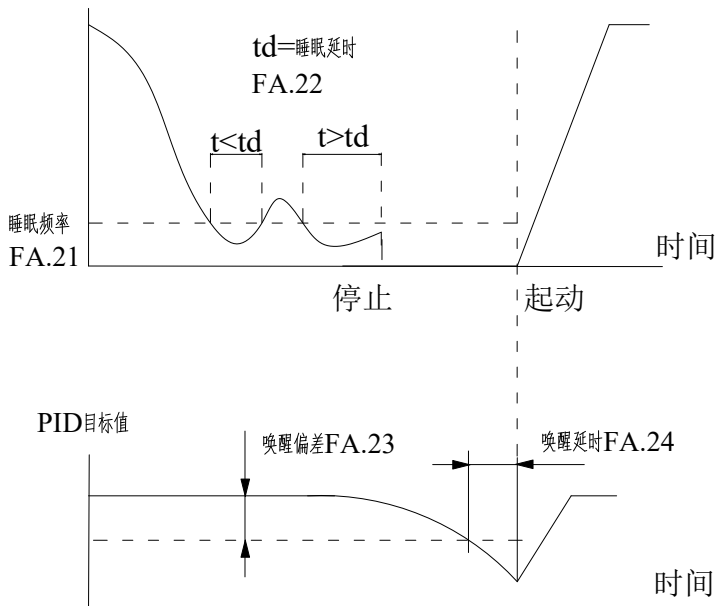

图 FA-1 PID 控制睡眠、唤醒示意图
- 1: 内部唤醒，由 FA.18~ FA.21 的值控制，如图 FA-1 所示。